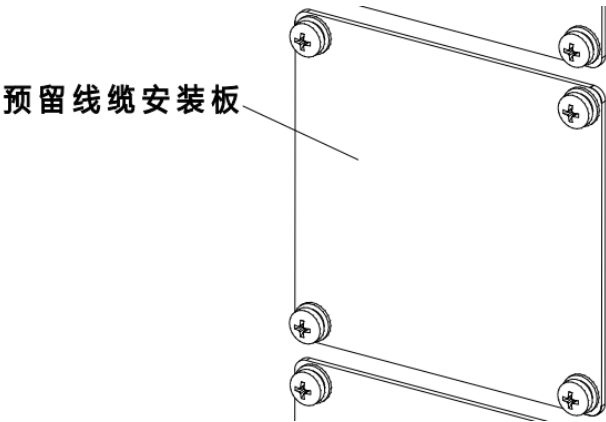
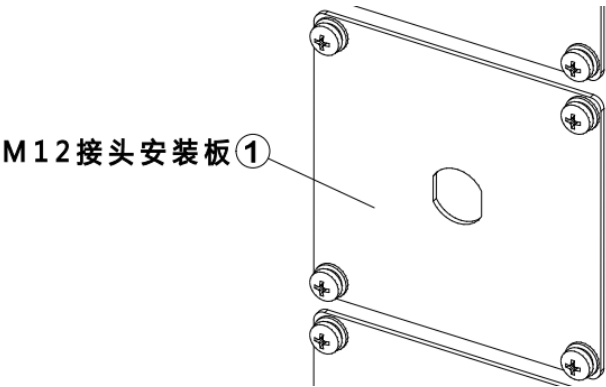

图 21-37 预留线缆安装板
图 21-38 M12 接头安装板
步骤1. 用十字螺丝刀将原本的预留线缆安装板（参考图 21-37）拆下，将① M12 接头安装板（参考图 21-38）安装在柜体上。